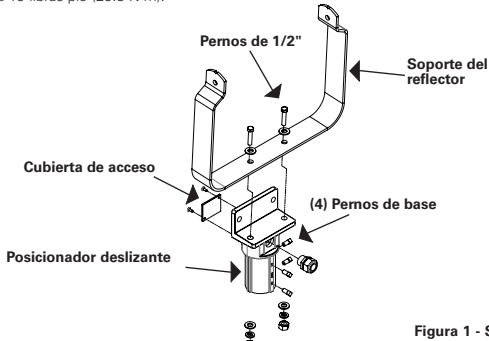

Figura 1 - SFA6
1. Usando los pernos de 1/2", tuercas y arandelas de seguridad incluidos, ajustar firmemente el soporte del reflector a la brida en el posicionador deslizable SFA6. Ver la Figura 1 para montar el posicionador deslizable. Ajustar los pernos a 45 libras-pie (61 N-m).